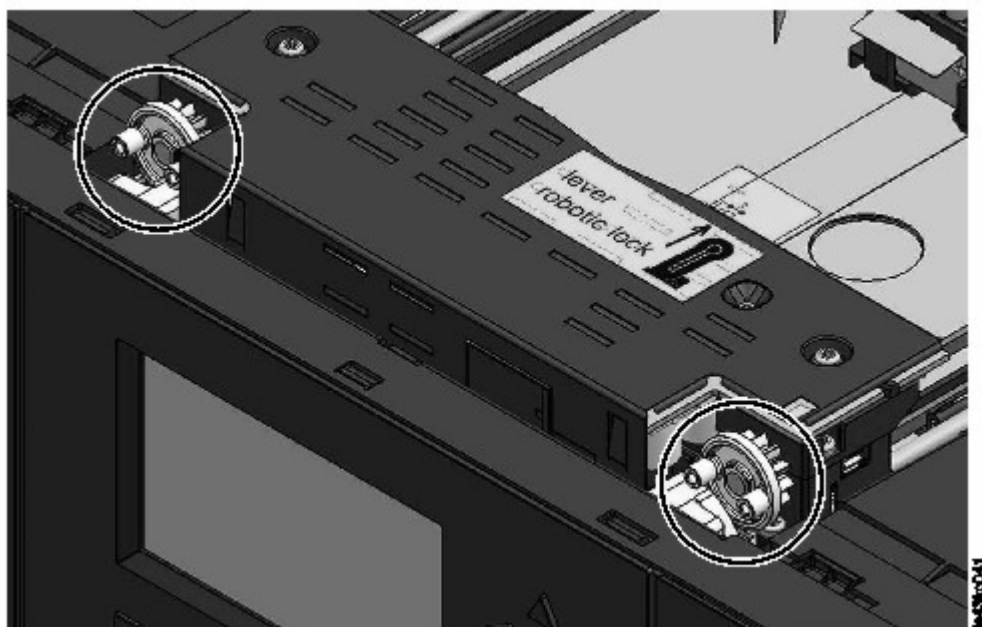

図 75. 水平に位置合わせされたピン
1. アクセサの隅にはそれぞれ、2 つの突き出しピンを備えたギアが付いています。アクセサ上のギアの 1 つを回転させて、2 つのピンを水平に位置合わせします。153 ページの図 75 を参照してください。